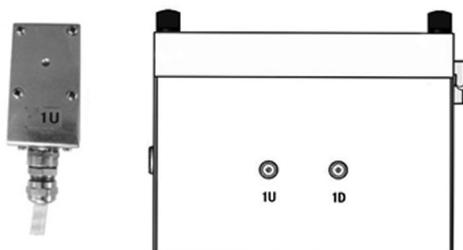

图2-76 换能器铭牌标记
(1) 测量主机的换能器接口与换能器相对应，用户可以在每支换能器的铭牌上找到对应标记，如图2-76所示：